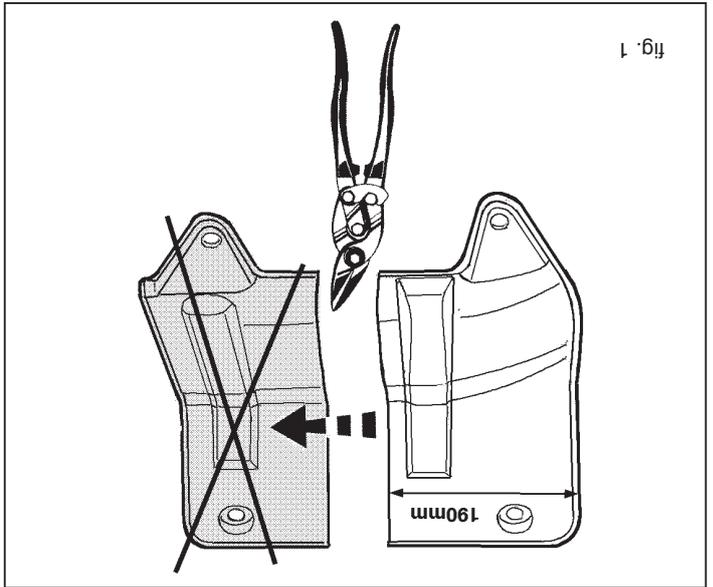

fig. 1
5. Zaag overeenkomstig fig.1 een deel van het hitteschild. Monteer de kogelstang inclusief stekkerplaat overeenkomstig de schets. Draai alle bevestigingsbouten van de trekhaak overeenkomstig de tabel vast. Herplaats het hitteschild en hang de uitlaat terug. Zaag, indien nodig, de hoeken van de zijpanelen uit t.p.v. de punten D en K. Herplaats het onder punt 1 verwijderde.
5. Saw out of the heat shield the portion indicated in fig. 1. Fit the ball hitch, including socket plate, as shown in the drawing. Tighten all nuts and bolts to the torque stated in the table. Reattach the heat shield and re-suspend the exhaust pipe. Saw corners off the side panels at the heads of bolts D and K, if applicable. Reattach those parts removed in step 1.
5. Gemäß Abb. 1 ein Stück des Hitzeschildes ausschneiden. Die Kugelstange einschließlich Steckdosenplatte gemäß der Skizze montieren. Alle Befestigungsschrauben der Anhängervorrichtung gemäß der Angaben in der Tabelle anziehen. Das Hitzeschild wieder anbringen und den Auspuff zurück hängen. Bei den Schraubenköpfen D, K even-
5. Scier une partie du bouclier thermique conformément à la fig. 1. Monter la barre à rotule ainsi que la prise électrique conformément au croquis. Serrer tous les boulons de fixation de l'attache-remorque conformément au tableau. Remettre en place le bouclier thermique et raccrocher au tabeau. Remettre en place le bouclier thermique et raccrocher au tabeau. Remettre en place le bouclier thermique et raccrocher au tabeau. Remettre en place le bouclier thermique et raccrocher au tabeau. Remettre en place le bouclier thermique et raccrocher au tabeau.
5. Segare via una parte dallo scudo termico, come indicato in fig. 1. Montare l'asta della sfera, completa di piastra di contatto, come indicata nel disegno. Serrare tutti i bulloni di fissaggio del gancio traino alle copie di serraggio indicate in tabella. Rimontare lo scudo termico ed il tubo di scarico. Eventualmente, segare via gli angoli dei pannelli laterali, dove questi toccano le teste dei bulloni D e K. Rimontare quanto rimosso al punto 1.